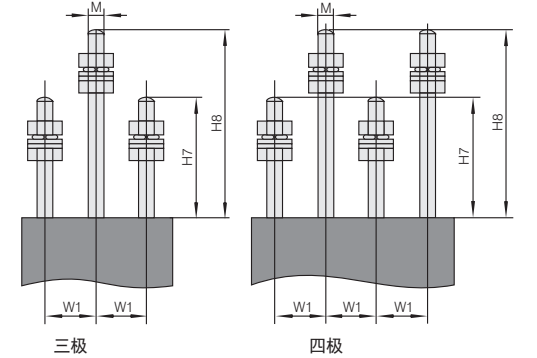
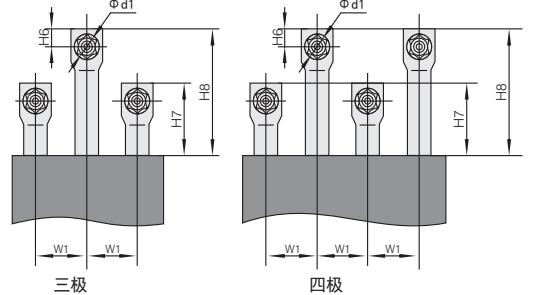
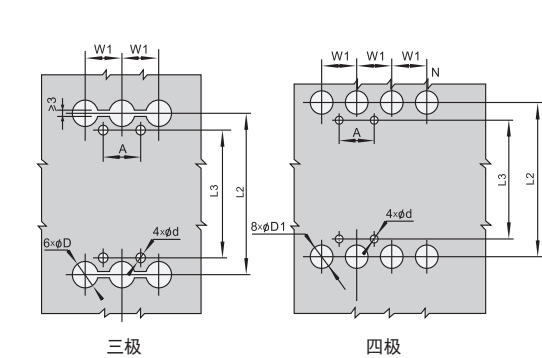
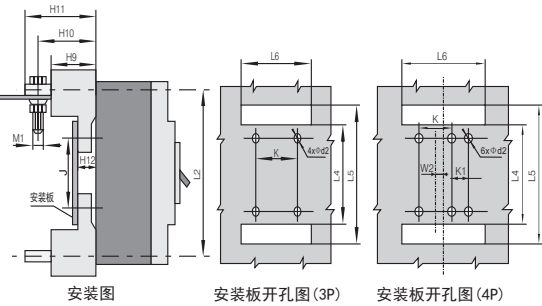

图21 NM1-63、125、250板后接线外形及安装尺寸
图22 NM1-400、630、800板后接线外形及安装尺寸
图23 板后接线开孔图
图24 NM1系列插入式外形及安装尺寸
6.3 NM1 系列断路器板后接线、插入式外形及安装尺寸见图21、图22、图23、图24及表12。
B.板后接线: 按图22与图23所示固定接线板，再与相应的导线固定。